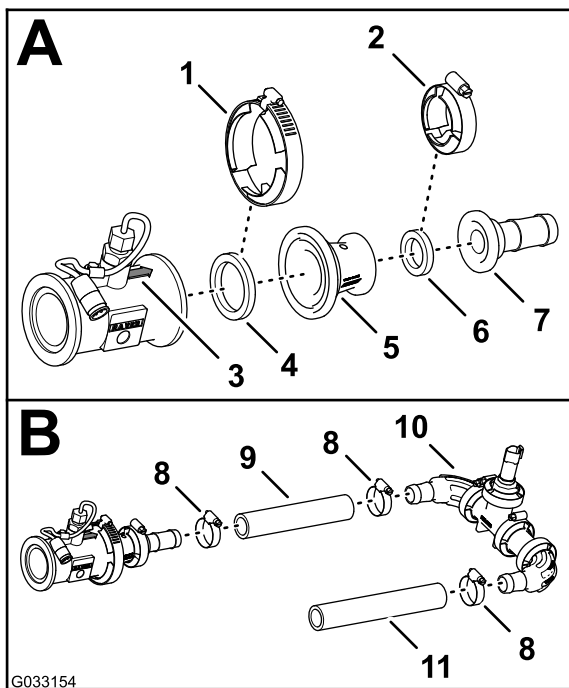

Bild 83
1. Fluchten Sie die Dichtung (2-1/4") und den Reduzierstückadapter, die Sie in Schritt 4 in Entfernen des Anschlussrohrs und des Reduzierstückadapters (Seite 24) entfernt haben, mit dem Ende des Durchflussmessgeräts aus, zu dem der Richtungspfeil zeigt (Bild 83).
2. Befestigen Sie das Durchflussmessgerät und die Dichtung (Außendurchmesser von 2-1/4") mit einer Flanschklebme (76 mm), die Sie in den Schritten 2 und 3 in Entfernen des Anschlussrohrs und des Reduzierstückadapters \(Seite 24\) entfernt haben, am Adapter (**Bild 83**).
3. Fluchten Sie die Dichtung (2-1/4") und das gezahnte Schlauchanschlussstück mit dem Ende des Reduzierstückadapters aus (**Bild 83**).
4. Befestigen Sie das gezahnte Flanschanschlussstück, die Dichtung und den Reduzierstückadapter (**Bild 83**) mit einer Flanschklebme (51 mm).
5. Befestigen Sie den Schlauch (1" x 7-1/4") am gezahnten Flanschanschlussstück und dem gezahnten Krümmer des Druckwandlers und Verteilers, wie in **Bild 83** abgebildet.
6. Befestigen Sie den Schlauch und die gezahnten Anschlussstücke mit zwei Schlauchklebmen (**Bild 83**).
7. Befestigen Sie den Schlauch (1" x 8-1/2") am anderen gezahnten Krümmer des Druckwandlers und Verteilers, wie in **Bild 83** abgebildet.
8. Befestigen Sie den Schlauch und das gezahnte Anschlussstück mit einer Schlauchklebme (**Bild 83**).